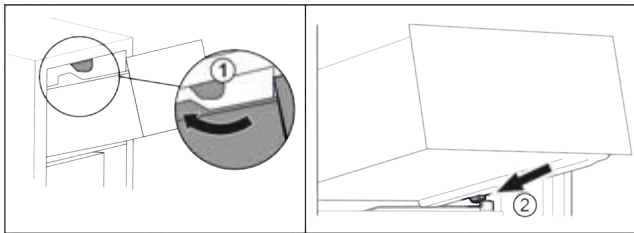

Fig. 23
- ▶ Обвести висувний ящик навколо верхнього стопора. Fig. 23 (1)
- ▶ Встановити висувний ящик за нижніми стопорами на ребро для резервуару навкоси. Fig. 23 (2)